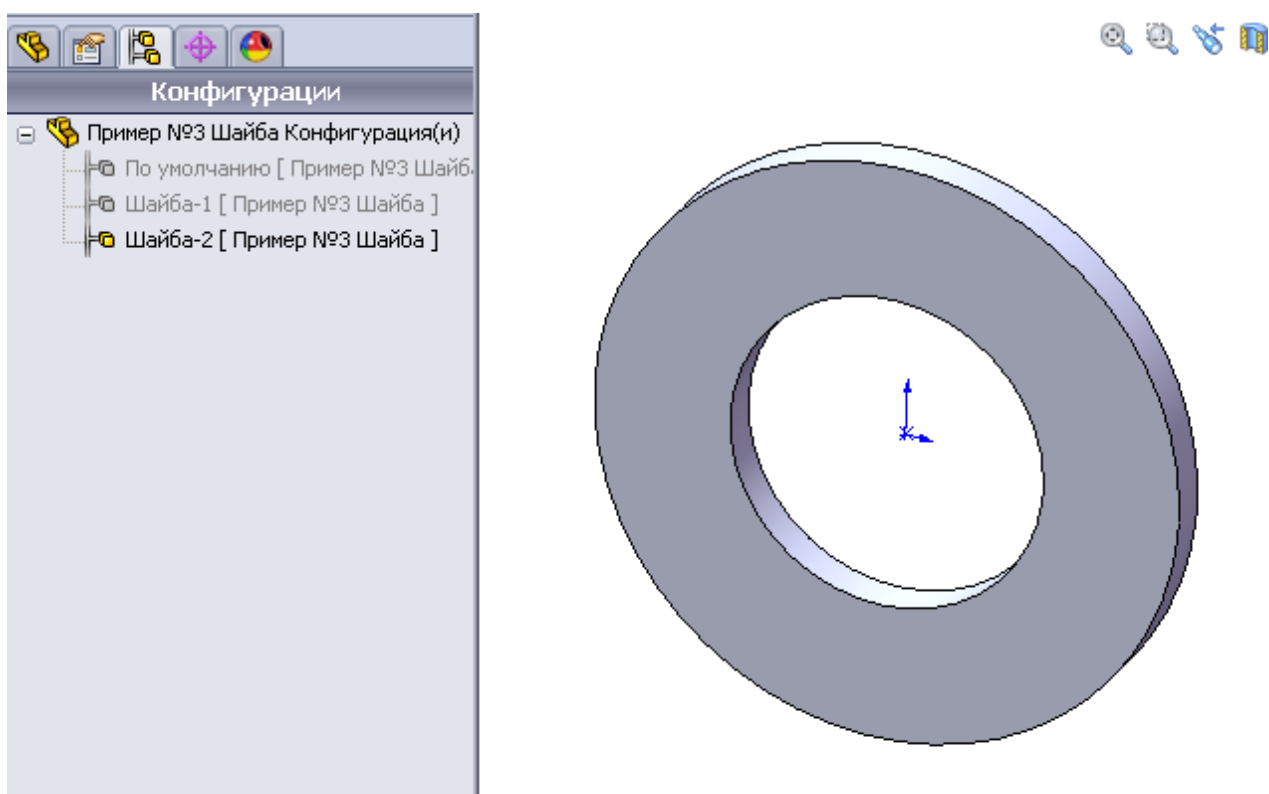

Рисунок 7.8 – Вид конфігурації Шайба - 2
4. Натискаємо кнопку Ok, щоб завершити створення нової конфігурації без фасок (рис. 7.8).